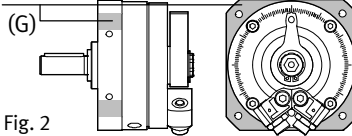

Fig. 2
1. Verifique si es necesario hacer taladros adicionales en la brida de fijación del DSM. Las zonas marcadas en gris (G) (Fig. 2) son los puntos en los que se pueden hacer taladros adicionales en el DSM (p. ej. para alojar pasadores de centraje).